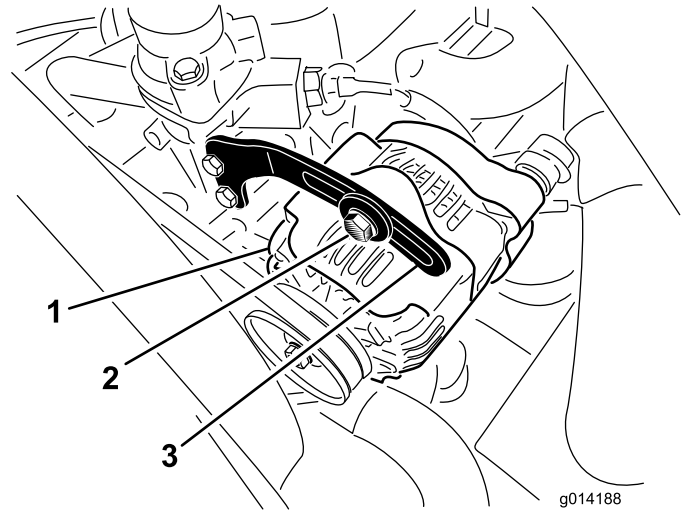

Bild 45
2. Prüfen Sie die Spannung des Treibriemens, indem Sie eine Kraft von 10 kg in der Mitte zwischen der Lichtmaschine und der Kurbelwellenscheibe ansetzen (Bild 45).
3. Lockern Sie die Schraube, mit der der Bügel an der Lichtmaschine befestigt ist, und den Gelenkbolzen der Lichtmaschine (Bild 45).